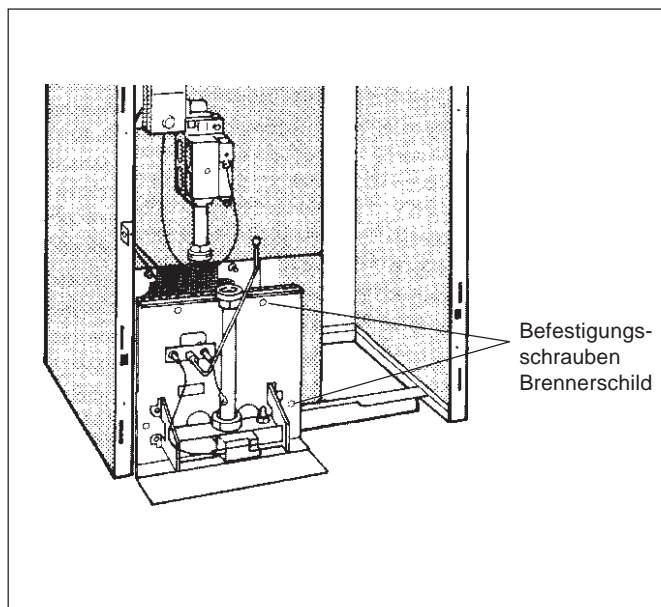

Abb. 29: Gasbrenner ausbauen
- Befestigungsschrauben am Brennerschild lösen und Gasbrenner herausnehmen (Abb. 29).